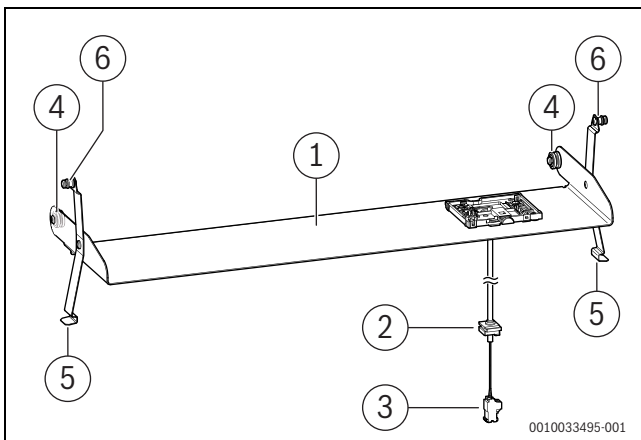

Bild 117 Zubehör CS 36
Um die Bedieneinheit CW 400 im Gerät einzusetzen, ist die Montage eines Einschubs (Zubehör CS 36) notwendig (→ Bild 117, [1]).
- ▶ Rollen (→ Bild 117, [4]) des Einschubs in die Seitenteile der Speicherverkleidung eingehängen.
- ▶ Mit Hilfe der Haltefedern (→ Bild 117, [5]) in der horizontalen Position fixieren.
- ▶ Zapfen (→ Bild 117, [6]) auf beiden Seiten des Einschubs in das Vorderteil der Speicherverkleidung einhängen und sichern.